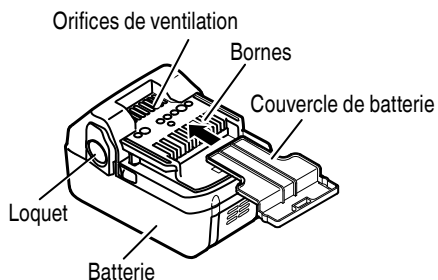

Fig. 2
- Soit ranger le bloc de pile avec l'outil électrique ou de manière sécuritaire en l'enfonçant dans le couvercle jusqu'à ce que les orifices de ventilation soient dissimulés afin d'éviter les courts-circuits. (Voir la Fig. 2)